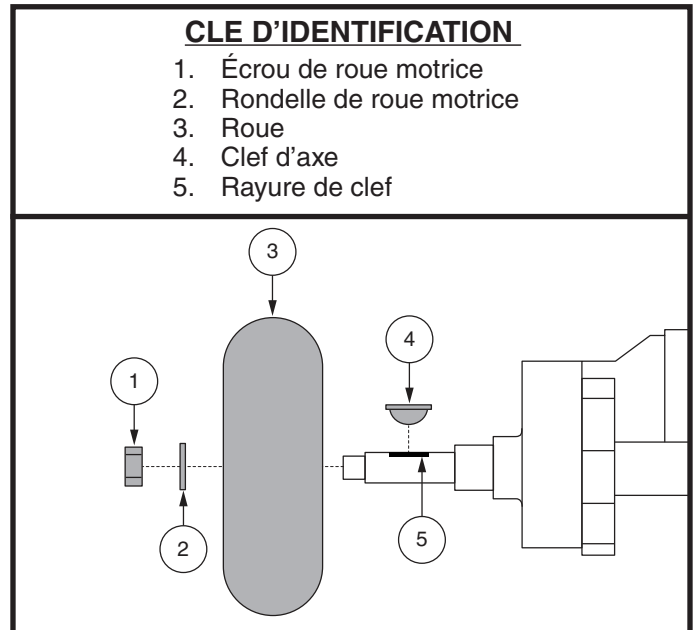

Figure 34. Enlèvement de la roue motrice à âme pleine
3. Enlever le l'écrou et la rondelle de roue motrice sur l'essieu. **Voir la figure 34.**